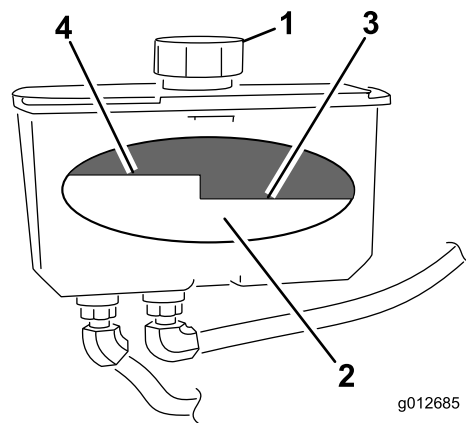

Figura 72
4. Limpe a zona em torno da tampa e do tubo de enchimento do depósito hidráulico (Figura 72).
5. Retire a tampa do tubo de enchimento. Observe o interior para verificar o nível de óleo no reservatório. (Figura 72).
- Nota:** O nível do fluido deve ficar até ao cimo do nível quente do abafador, quando o fluido está quente (Figura 72).